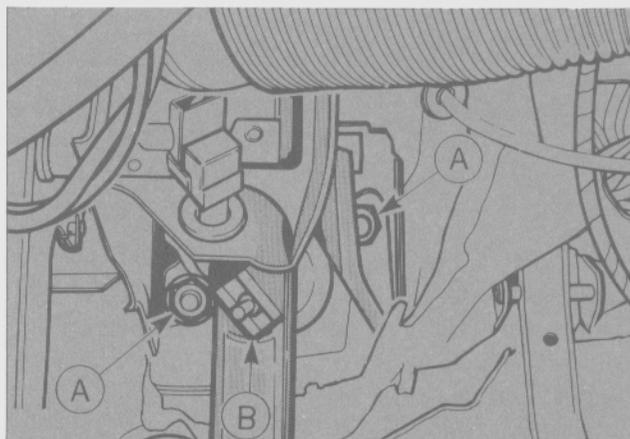

Fig. 49 - Extracción del seguro "B" de la varilla de empuje y de las tuercas "A" sujeción del servofreno
- Extraer el seguro que mantiene la unión de la varilla de empuje del servofreno al pedal de freno (Fig. 49).
- Retirar las dos tuercas y arandelas de sujeción del servofreno al panel del torpedero (Fig. 49).